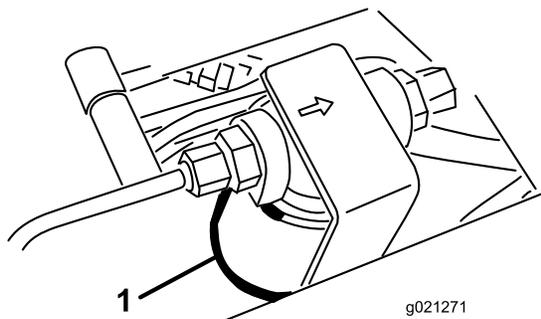
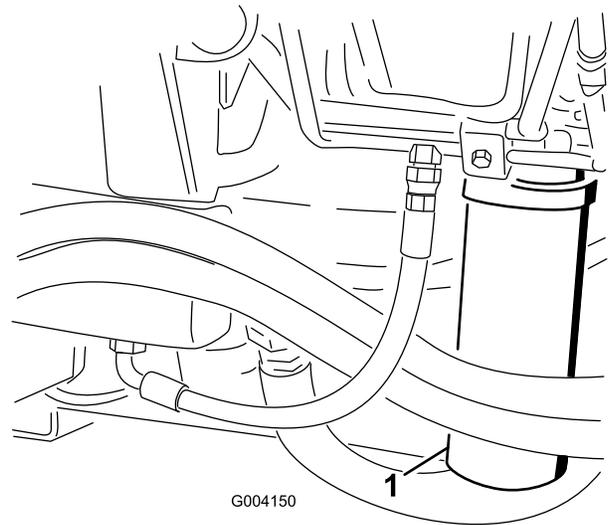

Figura 64
Figura 65
2. Limpie la zona alrededor de la zona de montaje del filtro y coloque un recipiente debajo del filtro (Figura 64 y Figura 65).